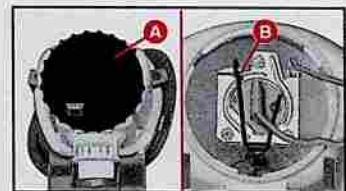

fig. 18
- 3) Débrancher le connecteur électrique et tourner vers la gauche le couvercle **A**-fig. 18.